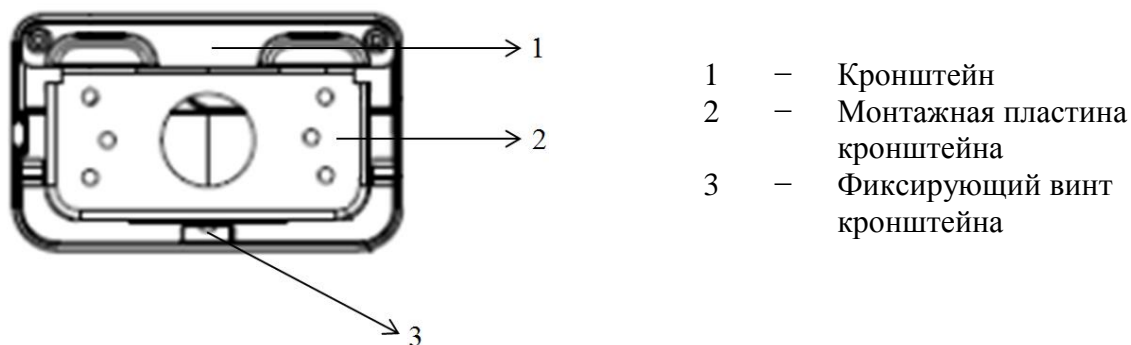

Рисунок 5.5
5.5.2 Ослабьте фиксирующий винт и отсоедините монтажную пластину от кронштейна (рис. 5.5).